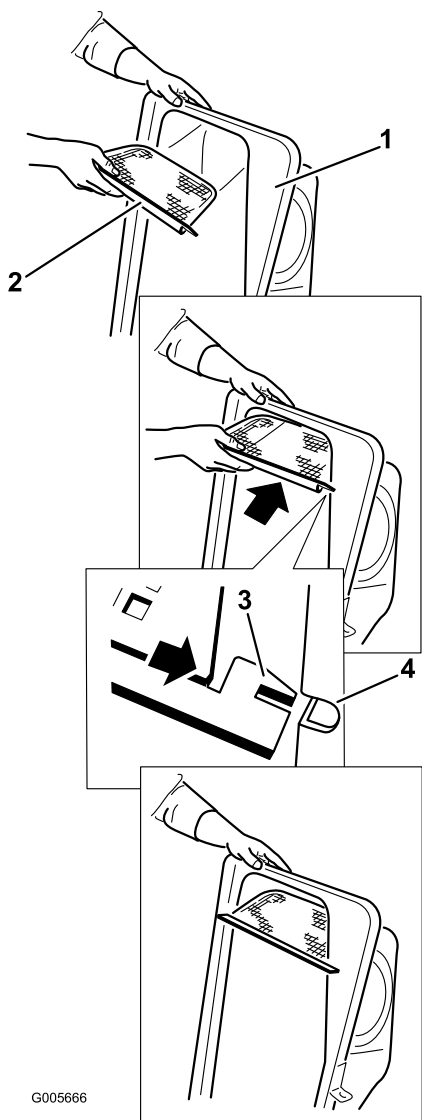

Figura 15
2. Instale o filtro como se mostra na Figura 15 e deslize na direção dos sacos de recolha.